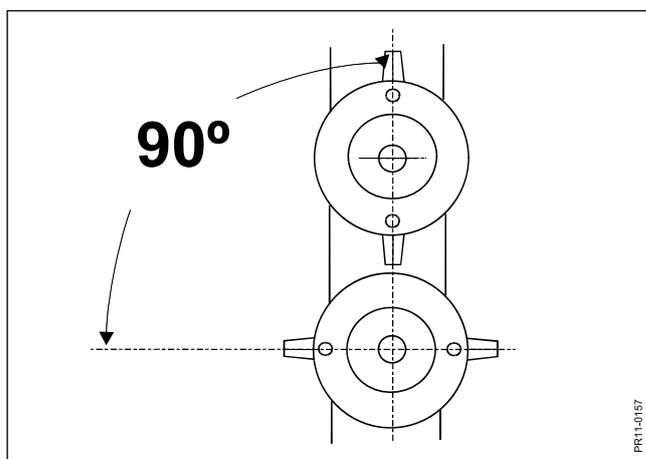

Fig. 6-11
- Fig. 6-11 Falls die Scheiben abmontiert waren, müssen sie wieder um 90° versetzt gegenüber der daneben liegenden Scheibe montiert werden.